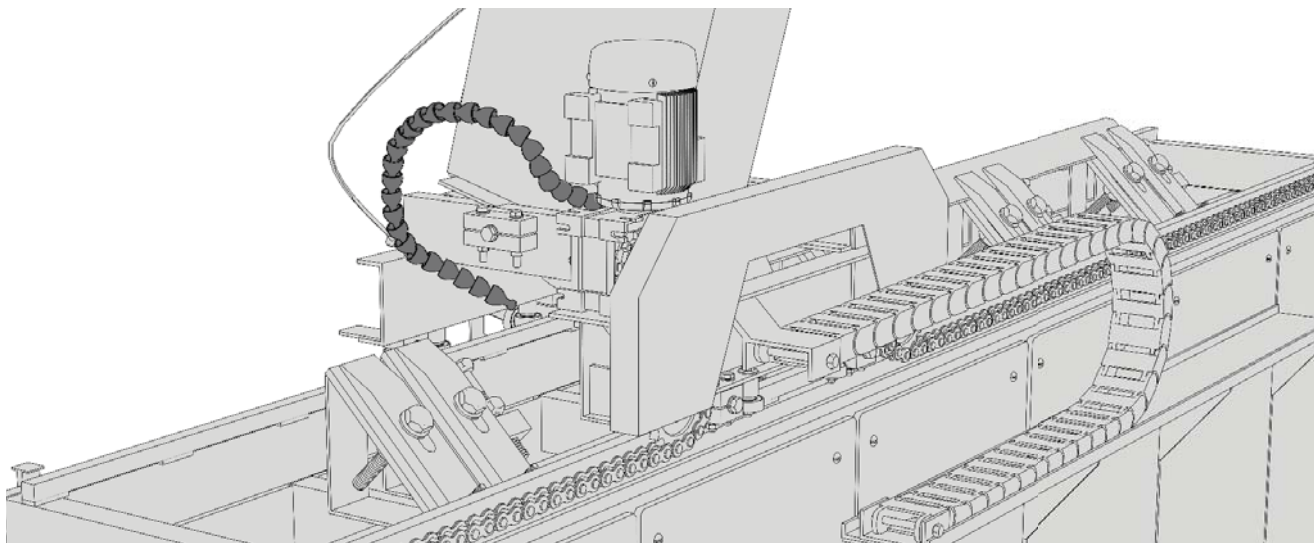

Рис. 22. Расположение гибкой трубки подачи СОЖ
6. Включить насос подачи СОЖ и направить гибкую трубку подачи СОЖ на затачиваемый нож (Рис. 22).